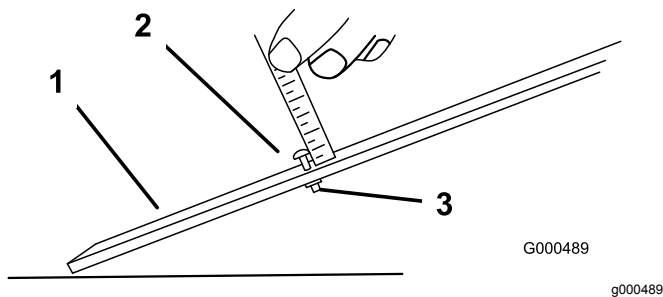

Figure 13
1. Desserrez l'écrou du gabarit et tournez la vis de réglage de manière à obtenir la hauteur de coupe voulue (Figure 13).